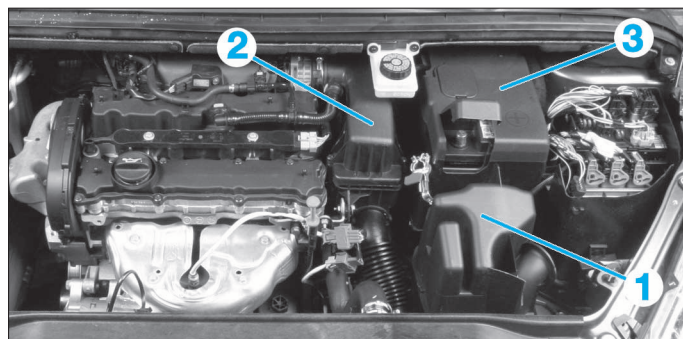

FIG. 1
- Déposer (Fig.1) :
- le résonateur d'admission d'air (1)
- l'ensemble filtre à air et conduits (2)
- la batterie (3)